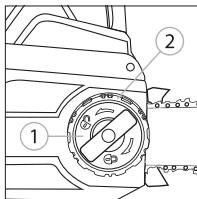

Рис. 7
- Поверните прижимную ручку 1 (рис. 7) против часовой стрелки, ослабляя соединение.
- Для натяжения цепи поверните кольцо 2 (рис. 7) по часовой стрелке. Чтобы уменьшить натяжение цепи, поверните кольцо 2 (рис. 7) против часовой стрелки.
- После регулировки цепи закрутите прижимную ручку 1 (рис. 7) по часовой стрелке. Убедитесь в надежности соединения.